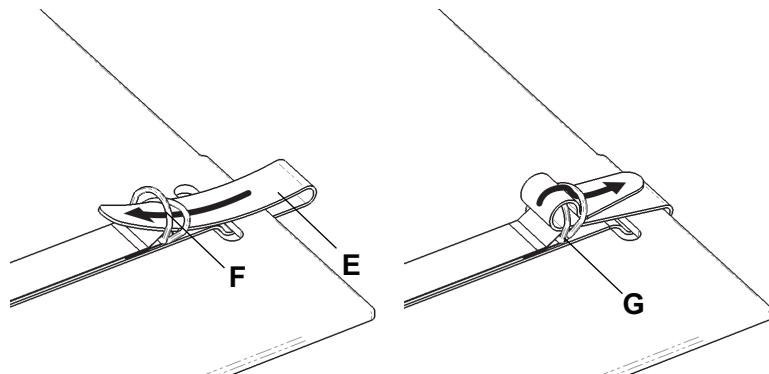
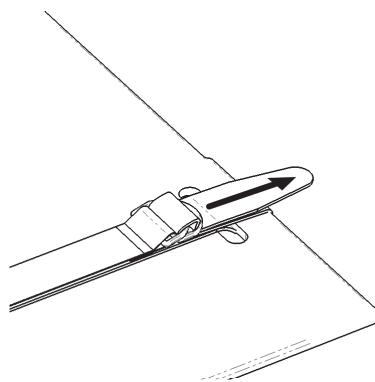

Abbildung 2 – Zuggurt
Abbildung 3 – Am Zuggurt ziehen
9. Den Zuggurt (E) durch die D-Ringe (F) stecken, (Abbildung 2).
10. Den Zuggurt zwischen den D-Ringen (G) durchziehen (Abbildung 2). So lange am Zuggurt ziehen, bis er fest ist (Abbildung 3).